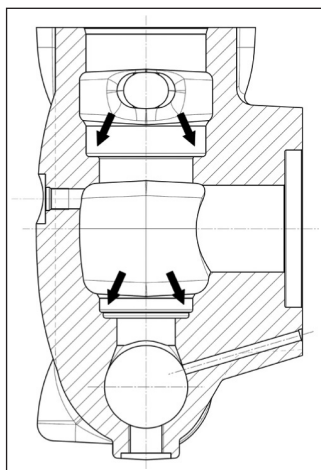

Fig. 109
Avant de remplacer les groupes soupape, nettoyer et essuyer parfaitement leurs sièges respectifs ménagés dans la tête hydraulique et indiqués par les flèches (rep. ①, Fig. 109).